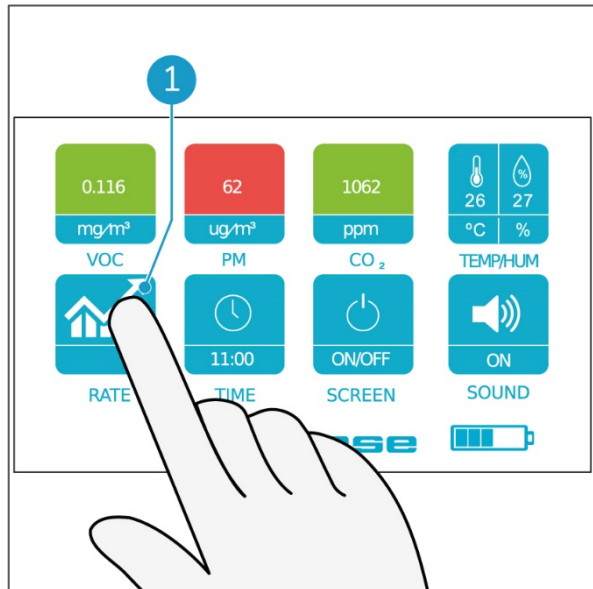

Figura 18
1. Toque no botão RATE (Figura 18, pos. 1) com o dedo.